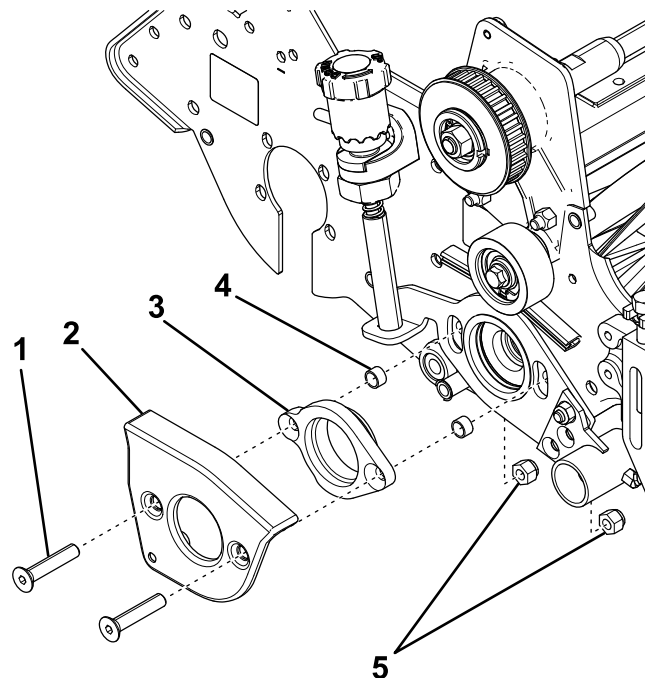

图11
1. 将 2 个平头螺丝插入并穿过疏草刀臂盖和轴承适配器并将新隔片滑到端部上 图11。
2. 将平头螺丝插入并穿过侧板用 2 个锁紧螺母固定 图11。